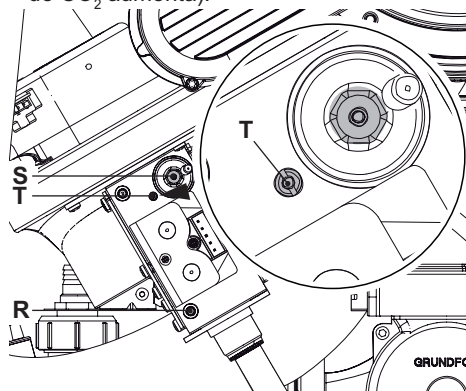

Fig. 7.16
- Compare el valor de CO₂ indicado por el analizador con el de las tablas CO₂ con Q.min. incluidas en la sección "Datos técnicos Mare 95" pág. 24. Para calibrar el CO₂ de la caldera (presión del gas en el quemador) regule el tornillo (S) (Fig. 7.16; girando en el sentido de las agujas del reloj, el valor de CO₂ aumenta).